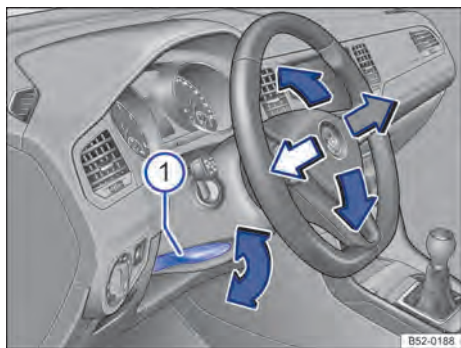

Fig. 64 Debaixo do volante no revestimento da coluna de direção: alavanca para o ajuste mecânico da posição do volante.
- Virar a alavanca → Fig. 64 ① para baixo.
- Virar a alavanca sempre com firmeza para cima → Fig. 64 ① após o ajuste, para que o volante não mude de posição involuntariamente durante a condução.